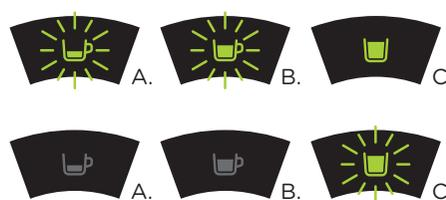

Fig. 18: Programmation du bouton d'extraction de thé.
- Vous devrez ensuite appuyer sur le bouton d'extraction de thé jusqu'à ce que les voyants lumineux des boutons d'extraction de café expresso et de café long clignotent. Appuyez de nouveau sur le bouton d'extraction de thé (voir **Fig. 18**). Les voyants lumineux des boutons d'extraction de café expresso et de café long s'éteignent.